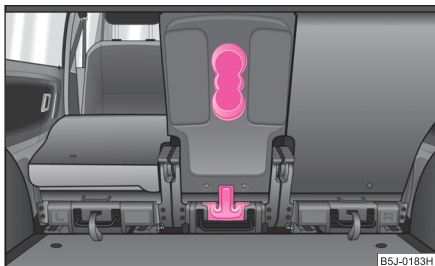

Fig. 88 Suport pentru fixare
- Împingeți suportul de fixare ⇒ fig. 88 din spate, între suprafața de șezut și spătar, îndreptați apoi spătarul în poziție verticală.